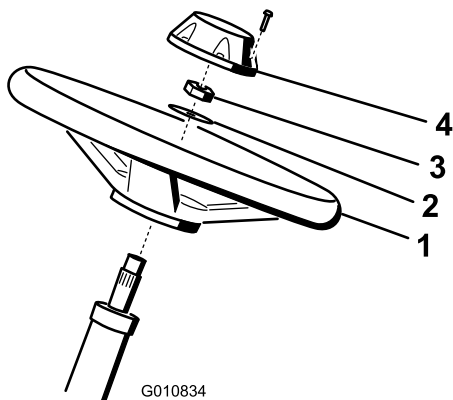

Bild 5
1. Schieben Sie das Lenkrad auf die Lenkwelle (Bild 5).
2. Schieben Sie die Scheibe auf die Lenkwelle (Bild 5).
3. Befestigen Sie das Lenkrad mit einer Sicherungsmutter an der Welle und ziehen es bis auf 27-35 Nm an (Bild 5).
4. Setzen Sie den Deckel auf und befestigen ihn mit sechs Schrauben am Lenkrad (Bild 5).